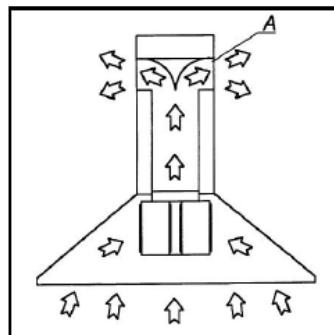

Рис. 2
ФИЛЬТРУЮЩАЯ ВЕРСИЯ (рис. 2) (опция): втягиваемые пары и запахи проходят рециркуляцию и выводятся обратно в помещение (A). Эту опцию можно использовать при невозможности обеспечить отвод на улицу.